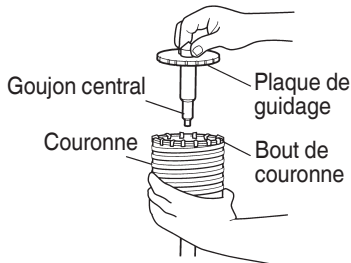

Fig. 18
- (3) Introduire le goujon central dans la plaque de guidage jusqu'à ce qu'il arrête.
(4) Engager la plaque de guidage dans la couronne et tourner la plaque de guidage à gauche ou à droite de manière à ce qu'elle à ce qu'elle ne puisse pas tomber, même si elle orientée vers le bas. (Fig. 18)